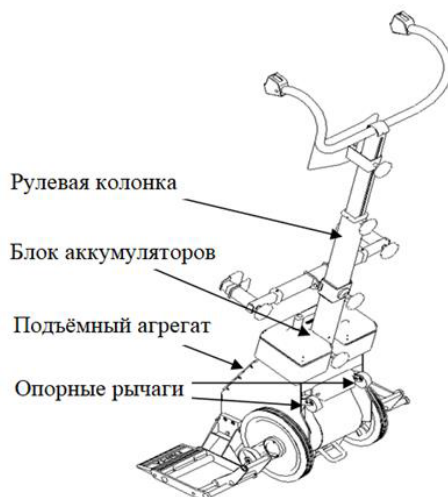
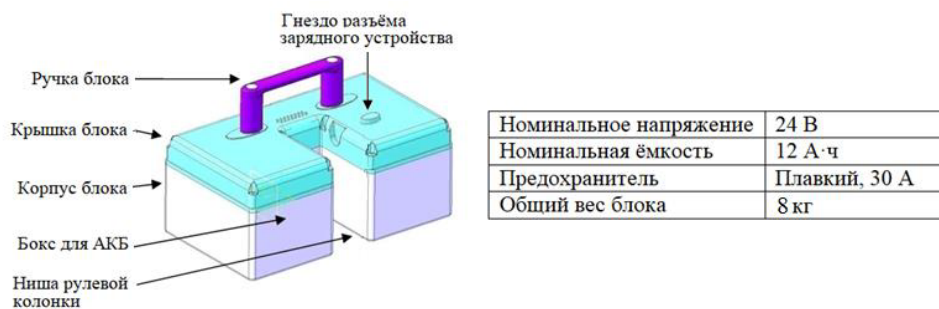

Рис.1. Подъёмник Пума-130
Рис.4. Блок аккумуляторов
Подъёмник Пума-130 (Рис.1) предоставляет возможность преодоления ступеней лестничных маршей практически на всех креслах-колясках без необходимости устройства специальных приспособлений. Боковые откидные опоры, предназначенные для размещения на них колёс кресел-колясок, и ручной фиксатор для крепления спинки кресла-коляски позволяют быстро установить и снять кресло-коляску.
Блок аккумуляторов подъёмника (Рис.4) выполняет функцию автономного обеспечения электропитанием систем управления и электродвигателя рабочего механизма и устанавливается на крышке подъёмного агрегата (Рис.1).
Данное руководство рассматривает сборку/разборку подъёмника (Рис.1) только как составных частей на функциональном уровне, с целью сборки для подготовки подъёмника к работе после его транспортировки, или с целью разборки для его транспортировки.
Сборка подъёмника заключается в установке блока аккумуляторов и рулевой колонки на корпус подъёмного агрегата (Рис.1, 2, 4).
- Включить переключатель «вверх/вниз» в положения «-» и «=», нажатием выключателей движения убедиться, что опорные рычаги (Рис.1) плавно вращаются в обоих направлениях, а вкладыши подъёмных рычагов находятся в удовлетворительном состоянии;